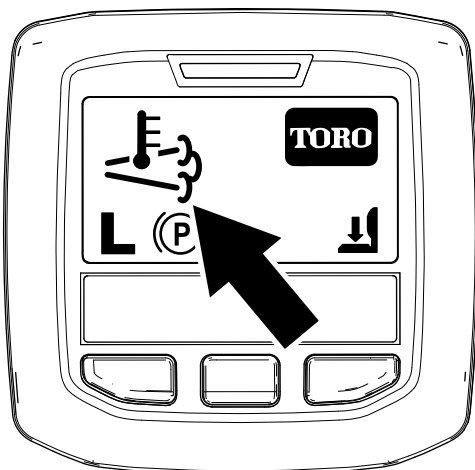

Figura 45
- L'icona della temperatura di scarico elevata viene visualizzata nell'InfoCenter (Figura 45).